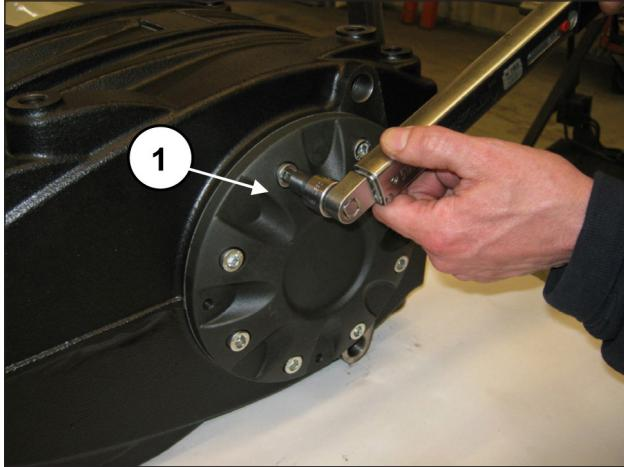

Fig. 62
Serrare le 8 viti M10x30 (pos. ①, Fig. 62).